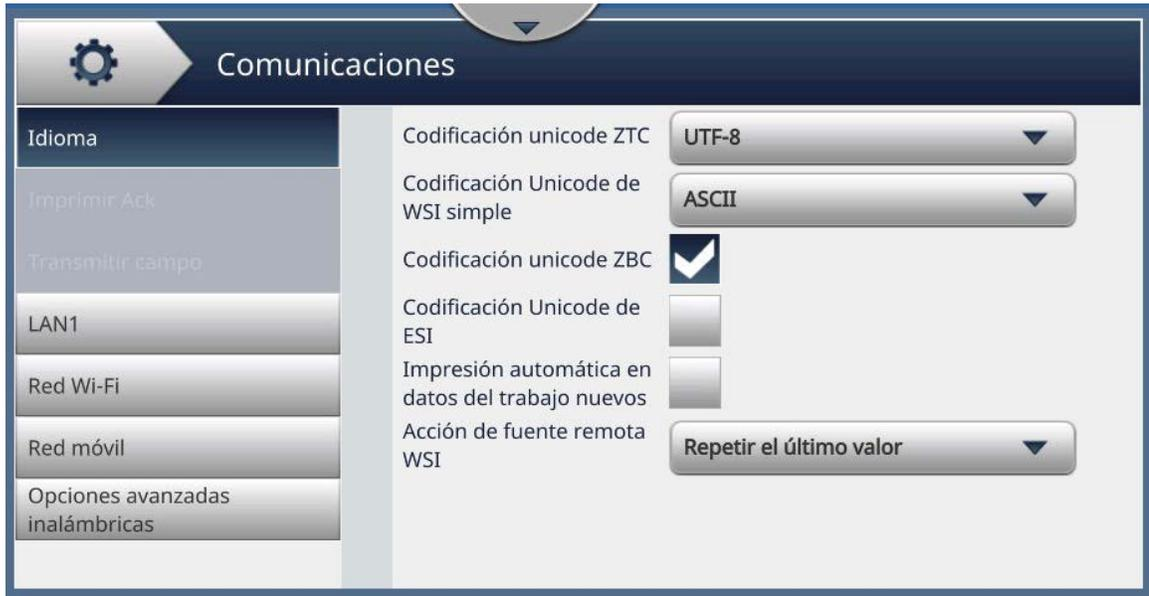

Figura 6-16: Pantalla Comunicaciones
1. Pulse el botón  de la pantalla Herramientas. Se abrirá la pantalla Comunicaciones, como se muestra en la Figura 6-16.